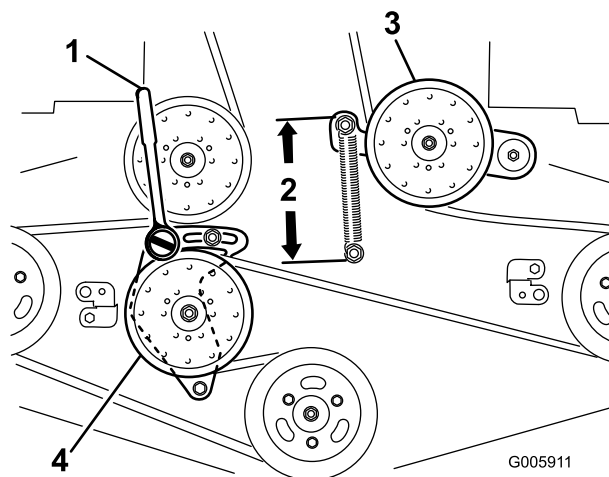

Figura 85
6. Allentate il braccio di rinvio fisso e regolatelo per scaricare la tensione della cinghia (Figura 85).
9. Inserite un cricchetto con un'estensione ridotta o una barra idonea nel foro quadrato nel braccio di rinvio fisso (Figura 85).
11. Per aumentare la tensione della cinghia, ruotate il cricchetto o la barra idonea in senso antiorario per spostare il braccio di rinvio fisso fino a creare uno spazio di 16,5 cm tra i ganci delle molle (Figura 85).